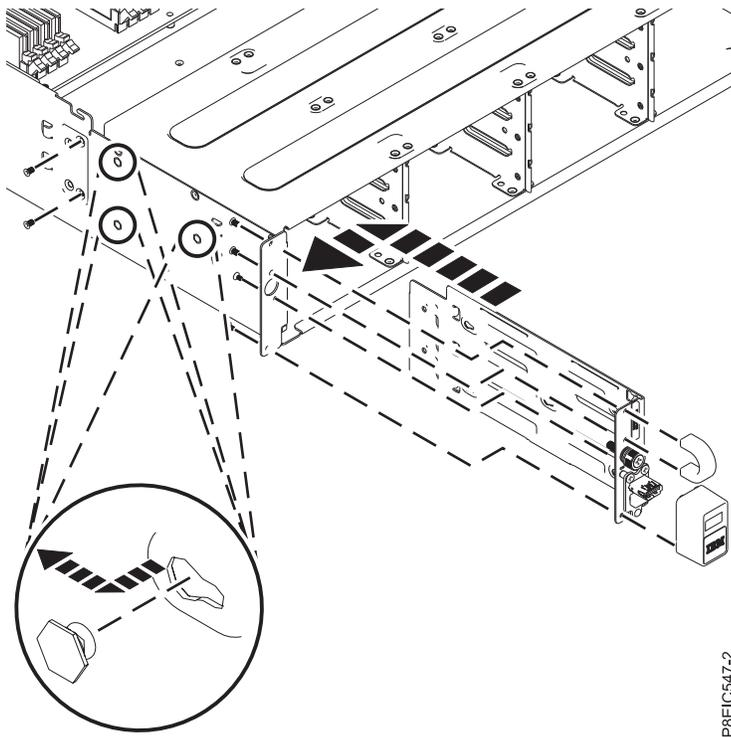

Figura 111. Substituindo o USB frontal e cabo
3. Insira o USB frontal e cabo no chassi, conforme mostrado em Figura 111.
4. Alinhe a montagem USB com os pinos no interior do chassi; em seguida, deslize o conjunto USB para a parte traseira do gabinete para prendê-lo aos pinos, conforme mostrado na Figura 111.
5. Substitua os dois parafusos que prendem o conjunto USB na lateral do chassi, conforme mostrado na Figura 111.
6. Substitua os quatro parafusos que prendem o painel USB e a alça, conforme mostrado na Figura 111.